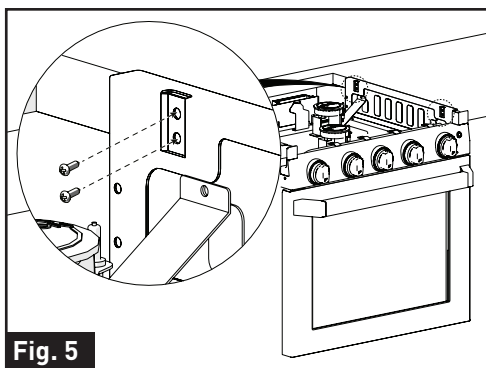

Fig. 5
5. Utilisez quatre vis auto taraudeuses à gauche et droite pour fixer le four de la cuisinière sur le meuble. (Fig. 5)